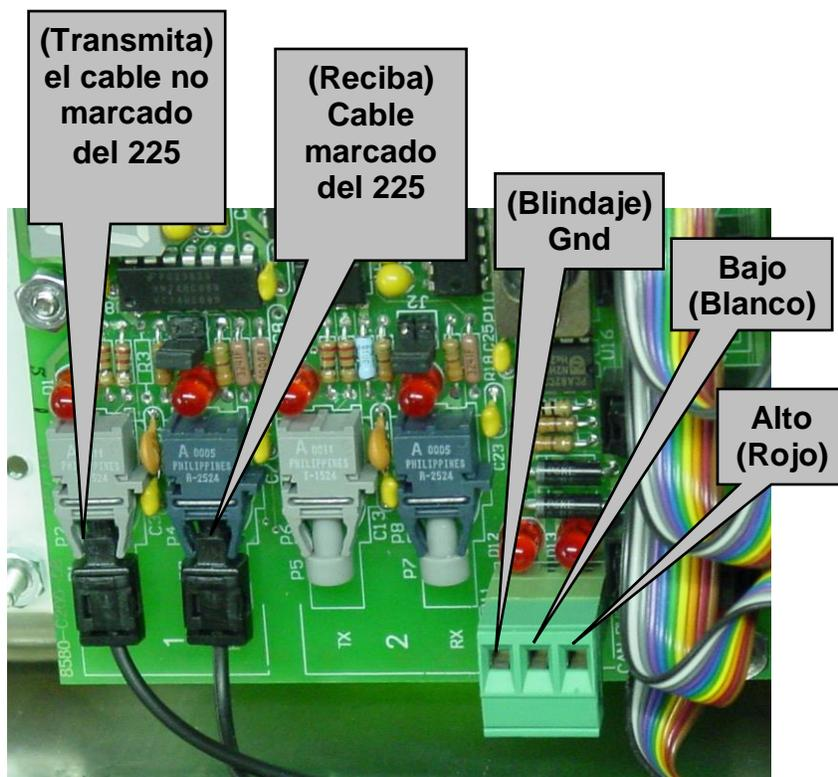

FIGURA NO. 18
8. Continúe insertando la fibra óptica no marcada (Receptor) del 225 a través del prensaestopa, luego dentro del conector marcado TX (Transmisor) en el acceso 1 de la primera tarjeta de la caja de conexiones. Finalmente, realice las conexiones insertando completamente los conectores de la fibra en los conectores de la tarjeta. Véase la figura no. 18.